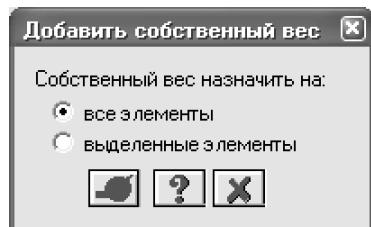

Рис.3.12. Диалоговое окно **Добавить собственный вес**
- Вызовите диалоговое окно **Добавить собственный вес** из меню **Нагрузки ⇒ Добавить собственный вес** (рис.3.12).